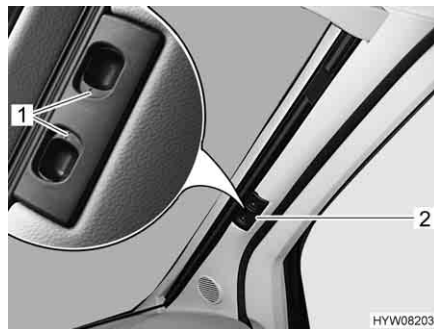

Bild 88 Plisségardin för vindrutan
- Tryck in låshandtagen (Bild 88,1) och håll dem intryckta.
- Håll plisségardinerna för vindrutan i handtaget (Bild 88,2) och dra den mot fönstrets mitt.
- Skjut de två hälfterna av plisségardinerna för vindrutan utåt så långt det går, ta tag i handtaget (Bild 88,2). Dra upp handtaget till samma höjd som lås-spåret.
- Släpp låshandtagen (Bild 88,1) och låt dem haka fast.